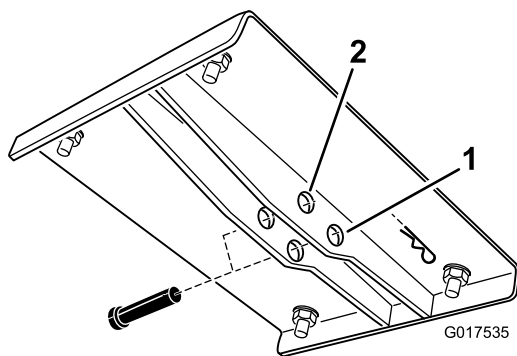

Figura 10
- Localize os dois conjuntos de furos no suporte de elevação superior (Figura 10). Seleccione o conjunto de furos no suporte de veículos eléctricos.